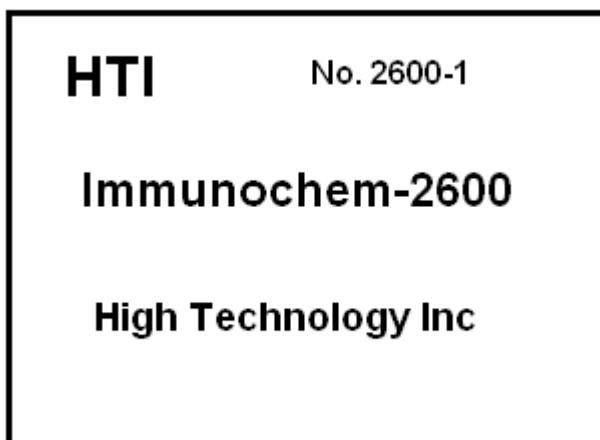

Рисунок 3-10
- После самодиагностики на экране отобразится сообщение: «HTI ImmunoChem-2600» (рисунок 3-10).